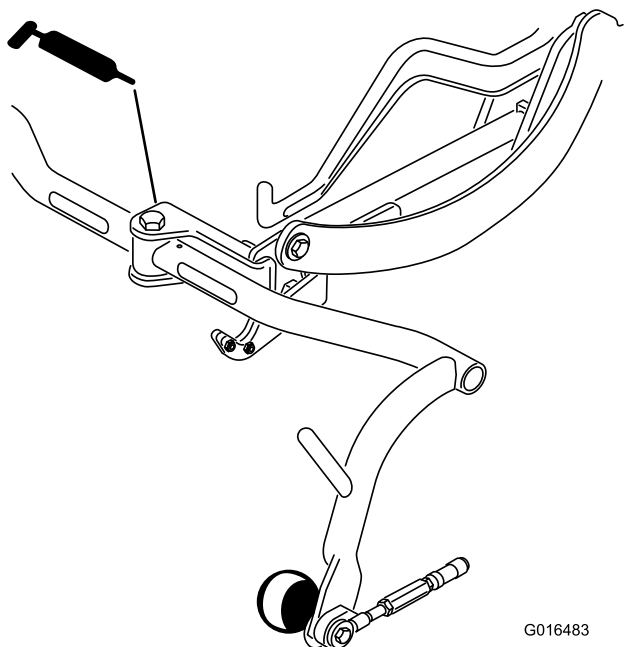

Figura 29
- Perno del telaio portante (3) (Figura 29)